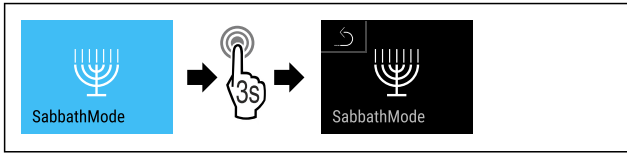

Fig. 13
- ▶ Изпълнете стъпките (виж Fig. 13) .